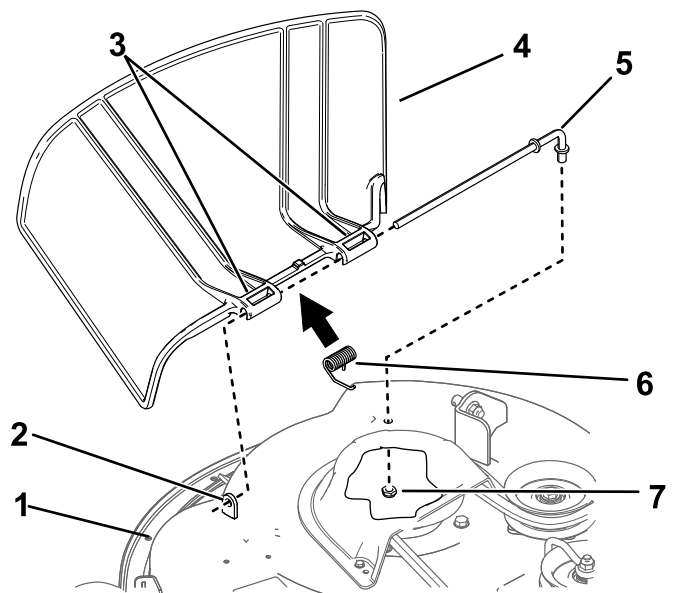

Figura 66
1. Retire la tuerca ( $\frac{3}{8}$ " ) de la varilla (debajo del cortacésped) (Figura 66).
2. Retire la varilla del espaciador corto, del muelle y del deflector de hierba (Figura 66).
4. Instale el deflector de hierba nuevo (Figura 66).
7. Deslice la varilla por el segundo soporte del deflector de hierba (Figura 66).
9. Sujete el extremo trasero de la varilla al cortacésped con una tuerca ( $\frac{3}{8}$ " ), según se muestra en Figura 66.